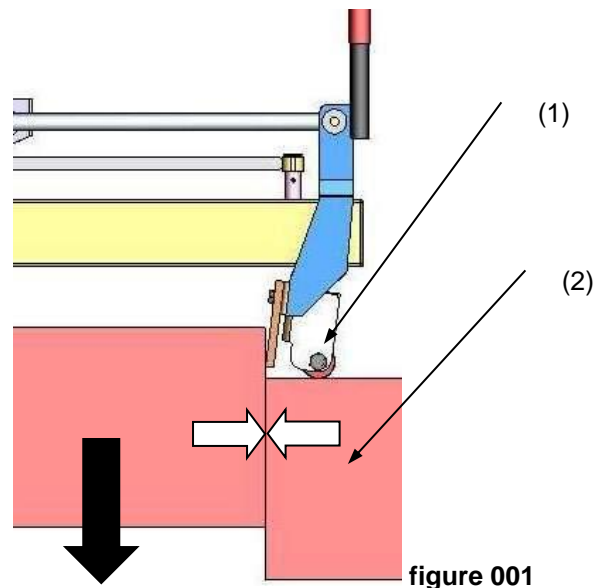

figure 001
- Monter le galet de stabilisation (1) conformément à la **figure 001**.
- Soulever une bordure, positionner l'appareil (VZ-HS) tout contre la bordure déjà posée (2), et positionner le galet de stabilisation (1).
- A l'ouverture de l'engin (VZ-HS), la bordure glisse vers le bas. Elle est posée sans joint contre la bordure (2) déjà mise en place.